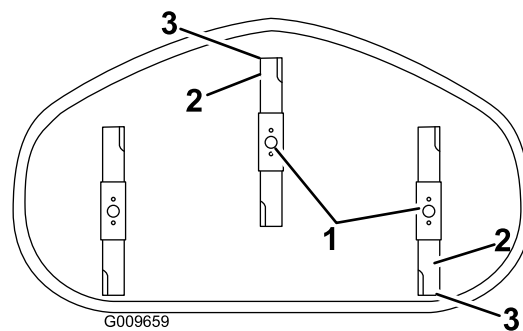

Figure 53
5. Mesurez la distance entre la pointe de la lame avant et la pointe de la lame arrière par rapport à la surface plane (Figure 53). Si la pointe avant de la lame n'est pas de 1,6 à 7,9 mm plus basse que la pointe arrière, réglez le contre-écrou avant.
4. Faites pivoter les lames avec précaution pour faire passer les pointes avant à l'arrière (Figure 53).
lame soit de 1,6 à 7,9 mm plus bas que la pointe arrière (Figure 53).